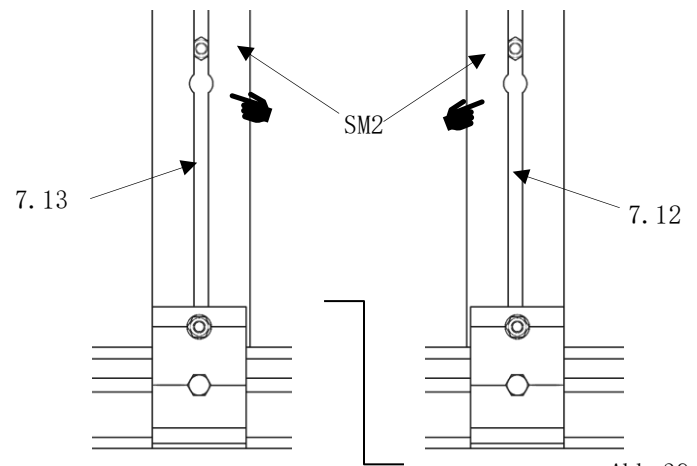

Abb. 39
- der Kopf der Sechskantschrauben (Pos. SM2) wird in die Montage-Bohrungen der beiden Rückwandsprossen (Pos. 7. 12/7. 13) eingeführt. (Abb. 39)